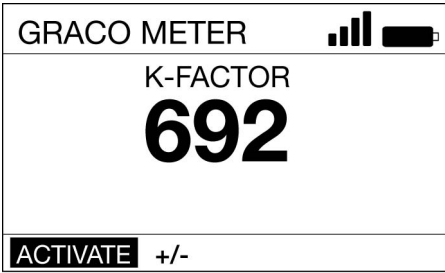

FIG. 18
5. L'écran du facteur K d'étalonnage s'affiche (Fig. 18).